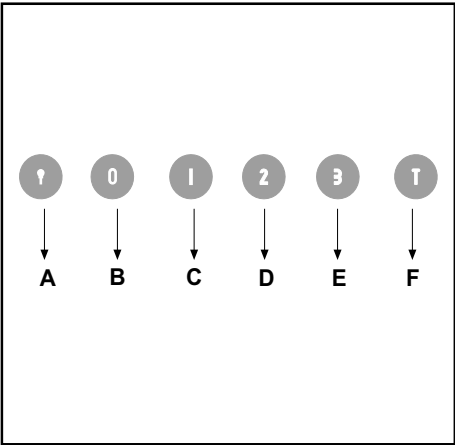

Fig.20
- **LUMINOSI (Fig.20)**
• Saturazione filtri Antigrasso/Carbone attivo: Fig.19B / Fig.20